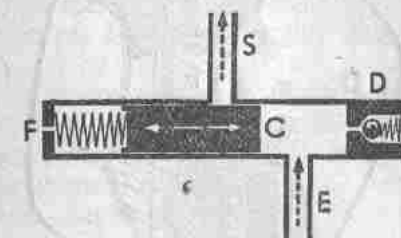

Fig. 139.—Válvulas de descarga *D* y de retención *C*.
**Válvulas de descarga y retención** (fig. 139).—A veces van juntas como señala este dibujo. El aceite a presión llega por *E* y sigue por *S*; en el camino hay una válvula de bola *D* que cuando la presión del aceite es mayor de lo calculado, se abre para descargar al cárter el exceso; así se mantiene aquella constante y al valor que fija la fuerza del resorte de *D*, que se puede graduar en muchos casos con un tornillo desde el exterior.